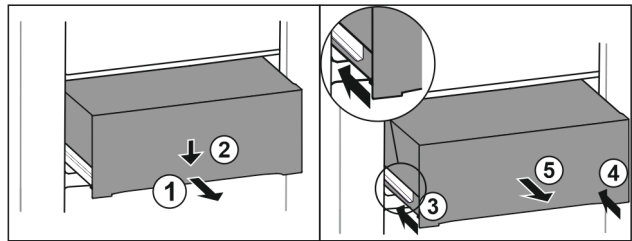

Fig. 151
- ▶ Vedä laatikko puoliväliin ulos. Fig. 151 (1)
- ▶ Paina vetolaatikkoa etupuolelta alaspäin. Fig. 151 (2)
- ▶ Työnnä vasenta kiskoa noin 2 cm sisään. Fig. 151 (3)
- ▶ Työnnä oikeaa kiskoa noin 2 cm sisään. Fig. 151 (4)
- ▶ Poista vetolaatikko vetämällä sitä eteenpäin. Fig. 151 (5)